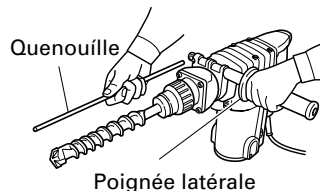

Fig. 10
5. Installer la quenouille (Fig. 10)